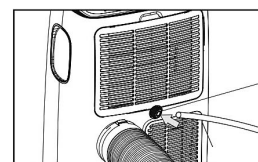

Fig. 18
- Raccordez une extrémité du tuyau d'arrosage (vendu séparément) ou du tuyau d'évacuation (non fourni) à la sortie du drain, puis dirigez l'autre extrémité dans un drain plus bas que l'appareil (Fig.18).
- Raccordez une extrémité du tuyau d'arrosage (vendu séparément) ou du tuyau d'évacuation (non fourni) à la sortie du drain, puis dirigez l'autre extrémité dans un drain ou un seau plus bas que l'appareil (Fig.18).